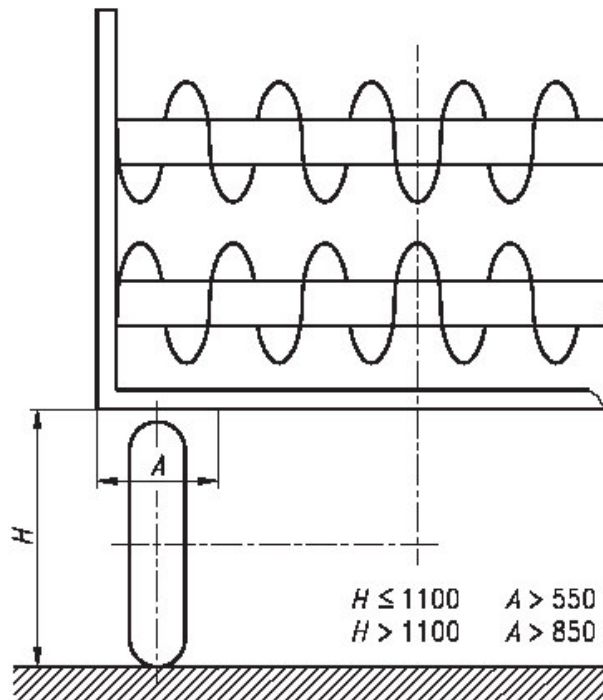

Fig. 9 – Vista posteriore del trasportatore con traverse
- se i margini esterni più bassi del cassone sono ad una distanza inferiore o uguale a 1.100 mm dal suolo (Fig. 9), ogni punto situato entro 550 mm dai margini esterni più bassi deve essere protetto.